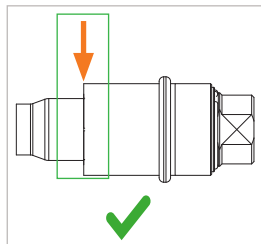

Abbildung 4
- ▶ Schieben Sie die Griffhülse (Pos. 1) von Hand nach vorne, bis diese bündig zu den Spannzangen (Pos. 3) liegt (Abbildung 4). Der Adapter ist nun angeschlossen.